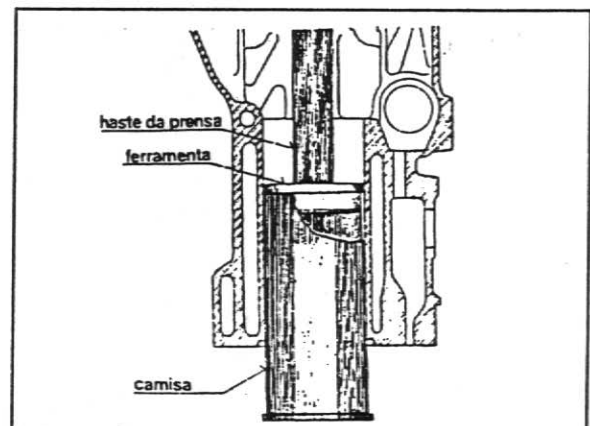

Fig. 9
2. Remova as camisas sacando-as pela base, utilizando a ferramenta nº 81 30 437 e uma prensa, fig.9.